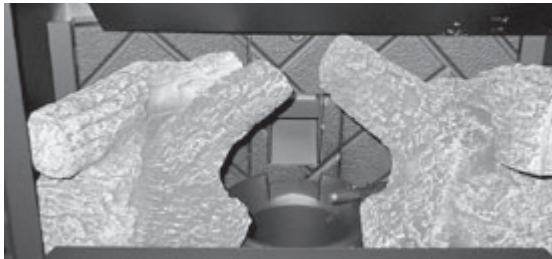

Figure 26.2
4. Poussez les bûches tout à gauche et tout à droite contre les côtés de la boîte à feu (**Figure 26.2**).